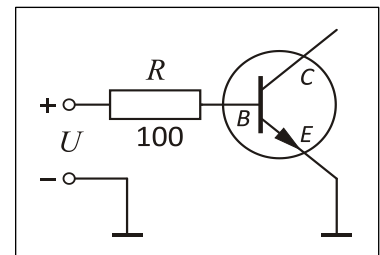

Bild 7: Versuchsaufbau Basis Emitter Strecke
- Bauen Sie die Schaltung nach **Bild 7** zunächst mit dem **NPN-Transistor BD137** auf. Schließen Sie den Widerstand $R=100\ \Omega$ als Schutzwiderstand in Reihe vor die Basis.